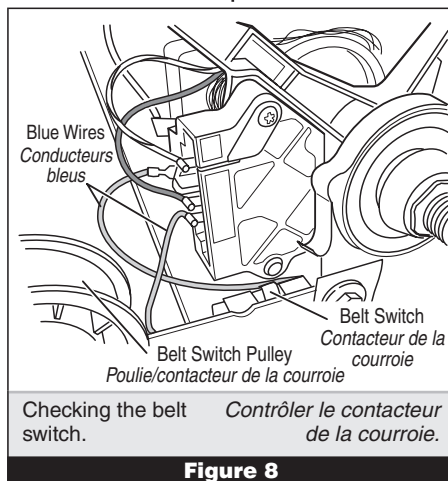

Figure 8
6. Check the belt switch by measuring resistance between the two blue wires, as shown in figure 8, while pushing up the belt switch pulley.
6. Contrôler le contacteur de la courroie : mesurer la résistance entre les deux conducteurs bleus (voir la figure 8) tout en poussant vers le haut l'ensemble poulie/contacteur.